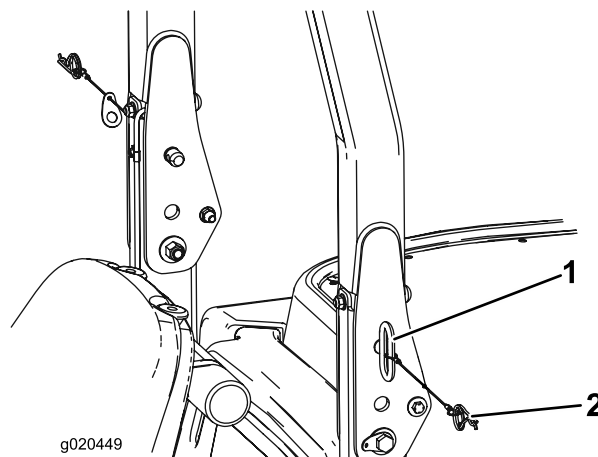

Figure 30
1. Pour abaisser l'arceau de sécurité, retirez les goupilles fendues et les deux axes (Figure 30).